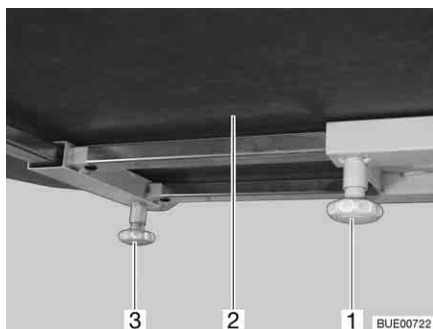

Fig. 98 Déplacer le plateau de table (alternative)
- Desserrer la vis moletée (Fig. 98,1).
- Déplacer le plateau de table (Fig. 98,2) dans la position désirée.
- Desserrer la vis moletée (Fig. 98,3).